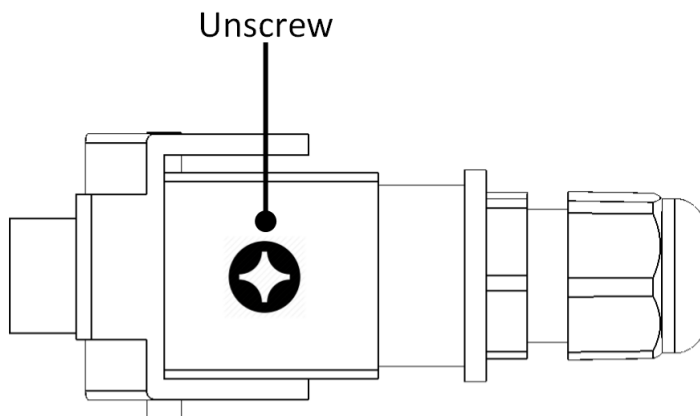

Figura 4: Cubierta protectora
2. En el conector hembra, quite el tornillo de sujeción de la tapa de protección (Figura 4).